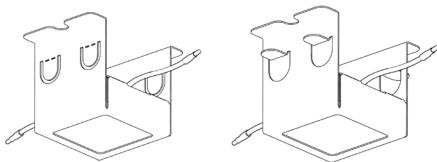

Рисунок 6 – Отгибание опорных площадок для установки светильника в потолок с высотой ламели 30мм.
- 5.4. В светильнике предусмотрена возможность установки в потолок Грильято с высотой ламели 30 или 40 мм. Для установки в потолок с высотой ламели 30 мм необходимо предварительно отогнуть 4 дополнительные опорные площадки под углом 90 градусов к корпусу светильника (см. рис.6).